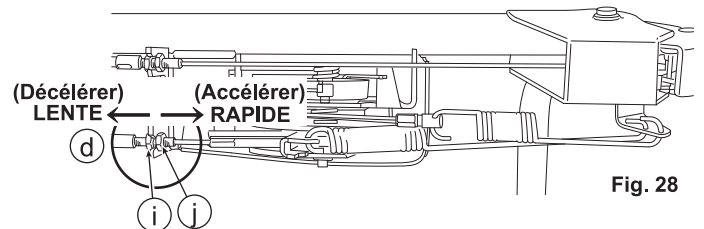

Fig. 28
1. Lorsqu'un réglage est nécessaire, desserrez l'écrou de verrouillage (j) du câble de contrôle de vitesse HST (d), puis tournez le régleur (i) comme indiqué sur la Fig. 28.
3. Démarrez le moteur et vérifiez que la vitesse de tonte change lorsque vous activez le levier de changement de vitesse (D).